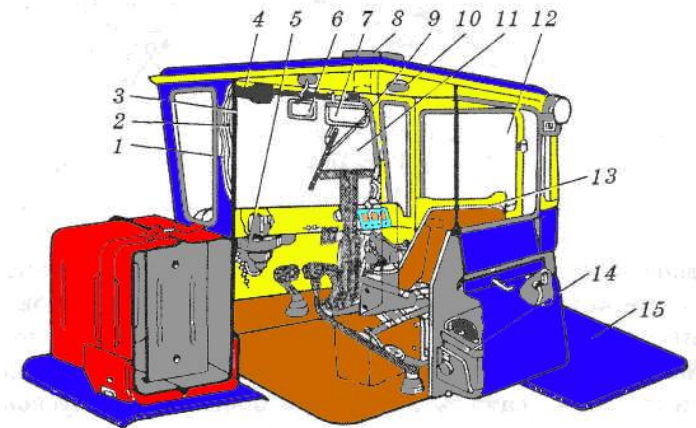

Рис. 1
1. Ознайомтеся з обладнанням кабіни (рис. 1):